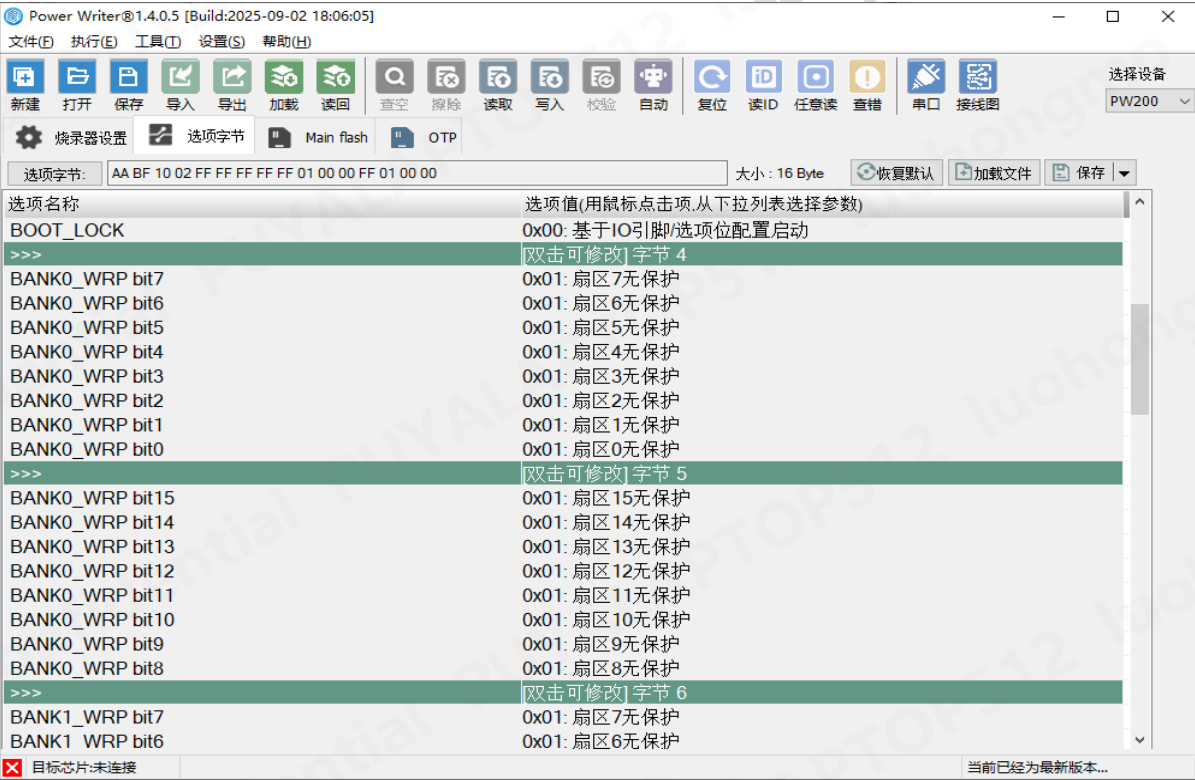
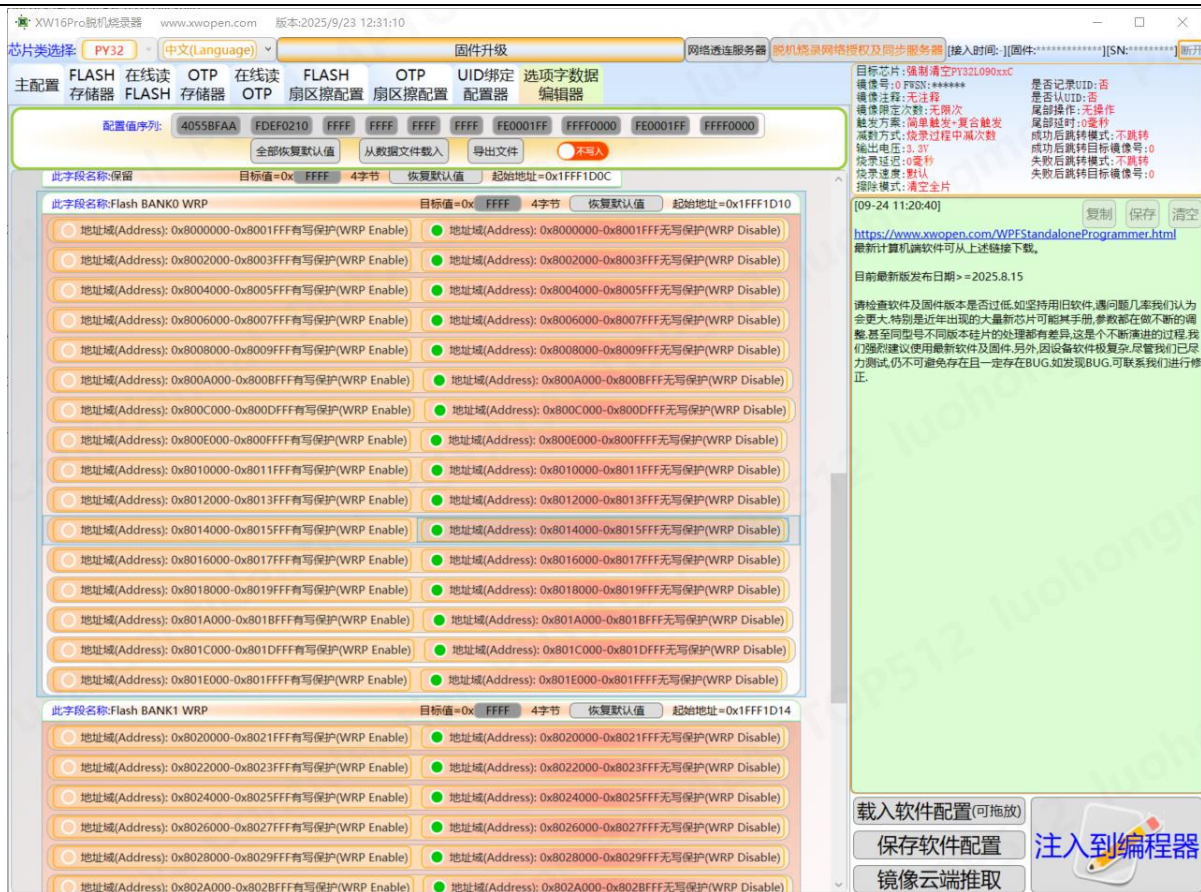

图 12-1 创芯工坊操作 Option 写保护
图 12-2 轩微操作 Option 写保护
- 建议客户程序使能写保护，写保护在 Option 中设置，具体步骤如图 12-1、图 12-2 所示